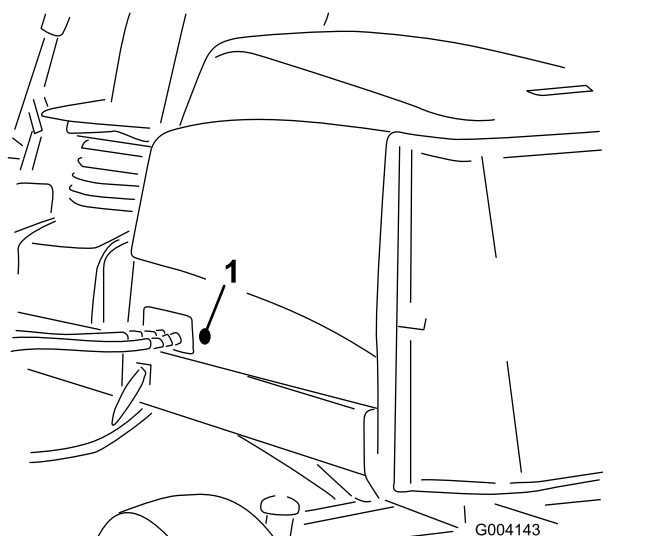

Figure 5
2. Retirez les bagues en caoutchouc du trou dans le côté gauche du capot (Figure 5).